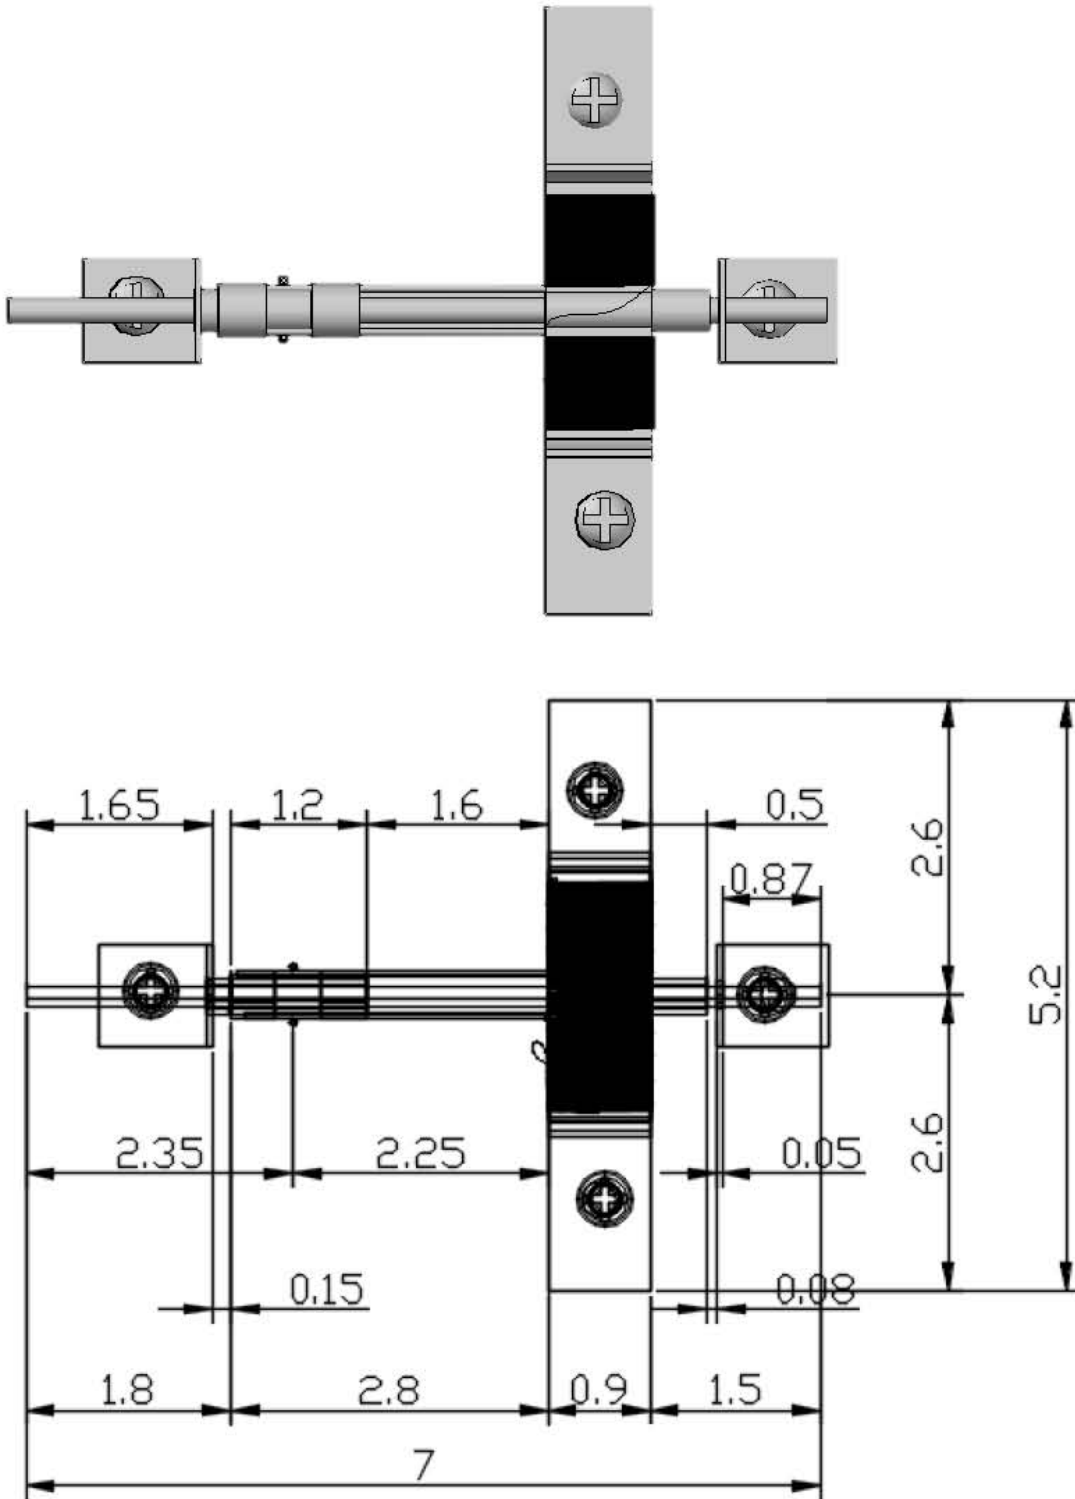

Figura 4.9. Distribución del eje en el motor, las medidas son en cm.
-Para los cepillos hay que hacer las perforaciones de modo que estén verticalmente en dirección al conmutador. En la figura 4.9 esta su ubicación.